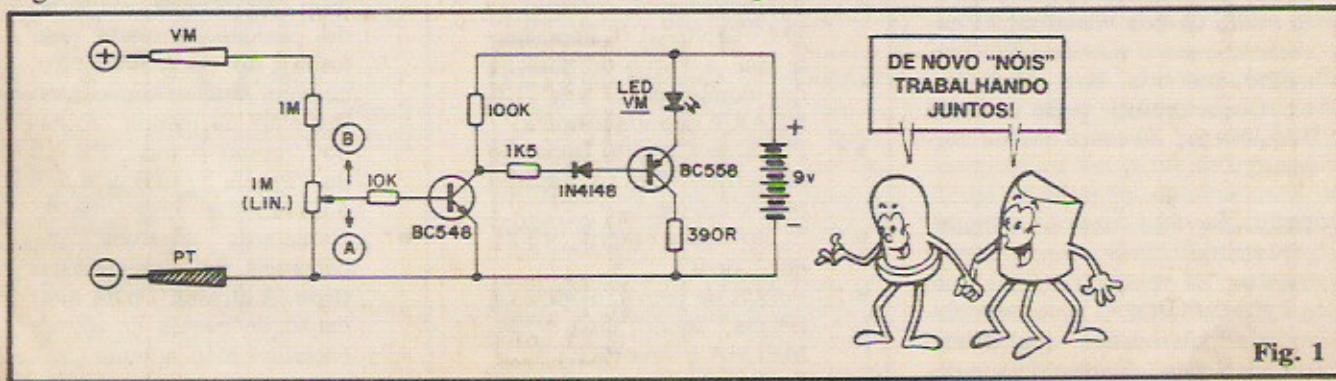

Fig. 1
- **FIG. 1** - Diagrama esquemático do circuito da MP-20. Todo Leitor/"Aluno" que não faltou a nenhuma das "Aulas" anteriores do ABC já está mais do que apto a corretamente interpretar o "mapa" das ligações, identificar os componentes envolvidos e as suas funções mais aparentes, além de referenciar seus eventuais terminais polarizados ou específicos... **TODOS** os componentes e simbologias envolvidos no "esquema" da MP-20 já foram estudados!